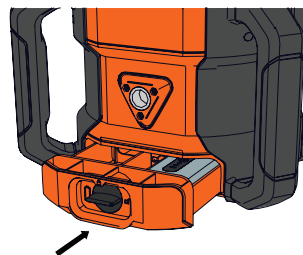

Figura 15
6. Vuelva a insertar el compartimento de las baterías en el láser rotativo. (Figura 15)